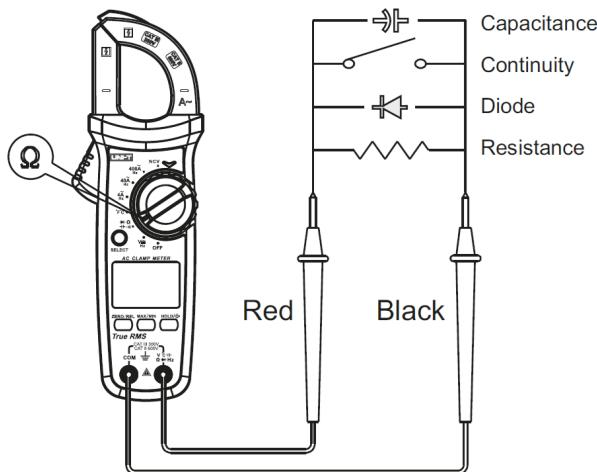

FIGURA 4
3. Medição de Resistência (Figura 4)
4. Teste de Continuidade (Figura 4)
5. Teste de Díodos (Figura 4)
6. Medição de Capacitância (UT202+ / UT202A+, Figura 4)